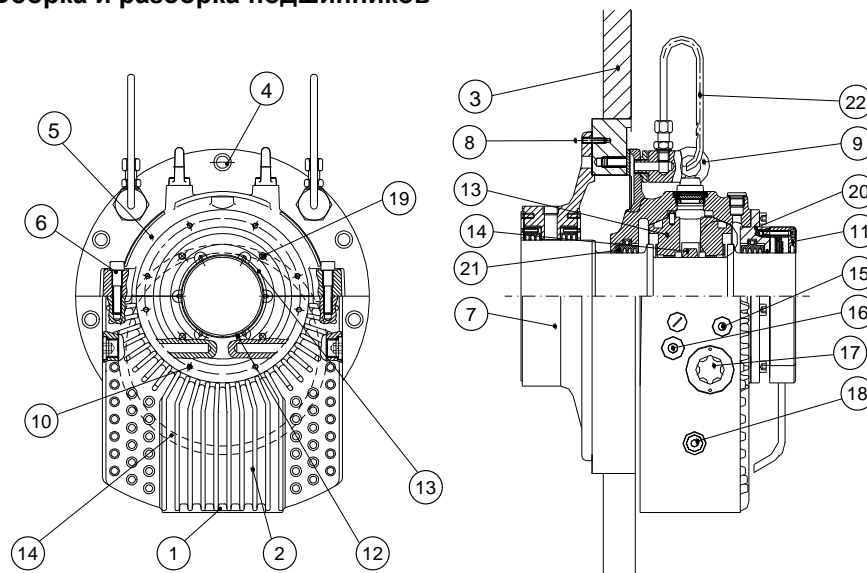

Рисунок 7.4. Компоненты подшипника скольжения
**Условные обозначения на Рисунок 7.4**
Помещайте все детали в надежное место (Рисунок 7.4).